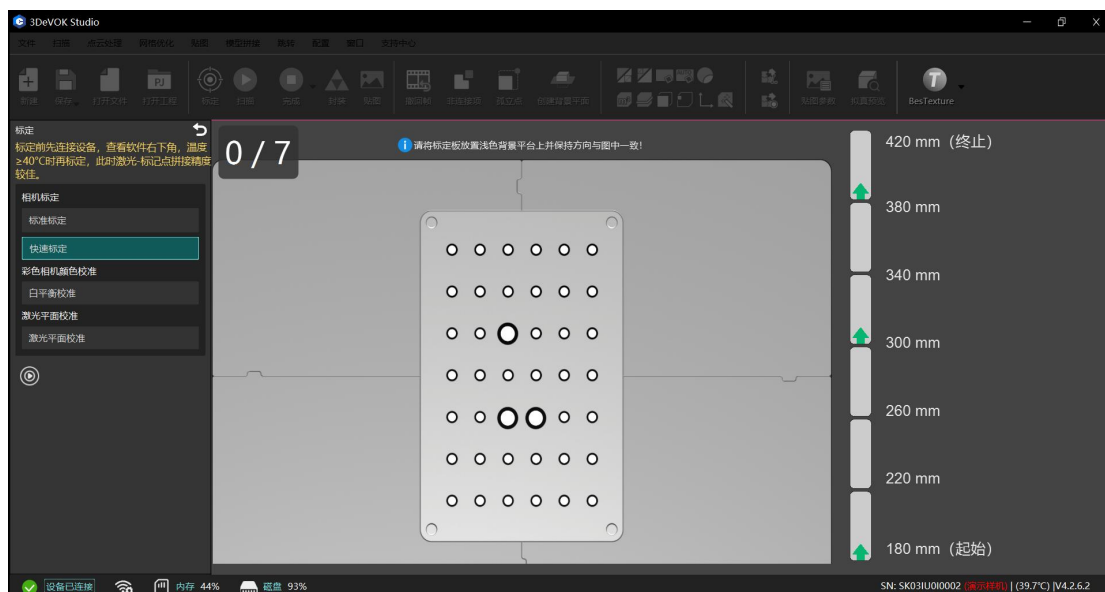

图 6-4 快速标定软件截图示意图
- 2、点击 **标定** 进行设备标定，按照指引步骤进行标定（如下图 6-4 所示）。